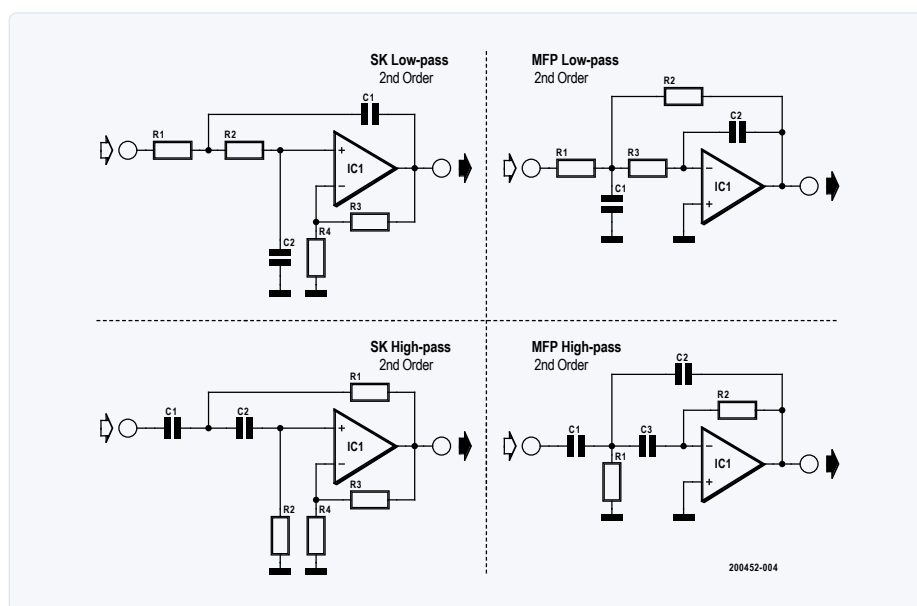

Bild 4. Prinzipschaltungen von Hoch- und Tiefpässen 2. Ordnung in Sallen-Key- (SK) und Multiple Feedback-Ausführung (MFB).
nach seinen Erfindern benannte Sallen-Key-Filter (SK) und eine als „Multiple Feedback“ (MFB) bekannte Anordnung mit mehrfacher Rückkoppelung. **Bild 4** zeigt beide Strukturen für einen Tief- und Hochpass. Im Gegensatz zum SK-Filter invertiert ein MFB-Filter das Signal. Die Verstärkung im Durchlassbereich wird beim SK-Hoch- und Tiefpass durch das Verhältnis von R_3 und R_4 bestimmt. Bei MFB-Tiefpass ergibt sich die Verstärkung im Durchlassbereich durch das Verhältnis von R_1 und R_2 – Beim MFB-Hochpass allerdings